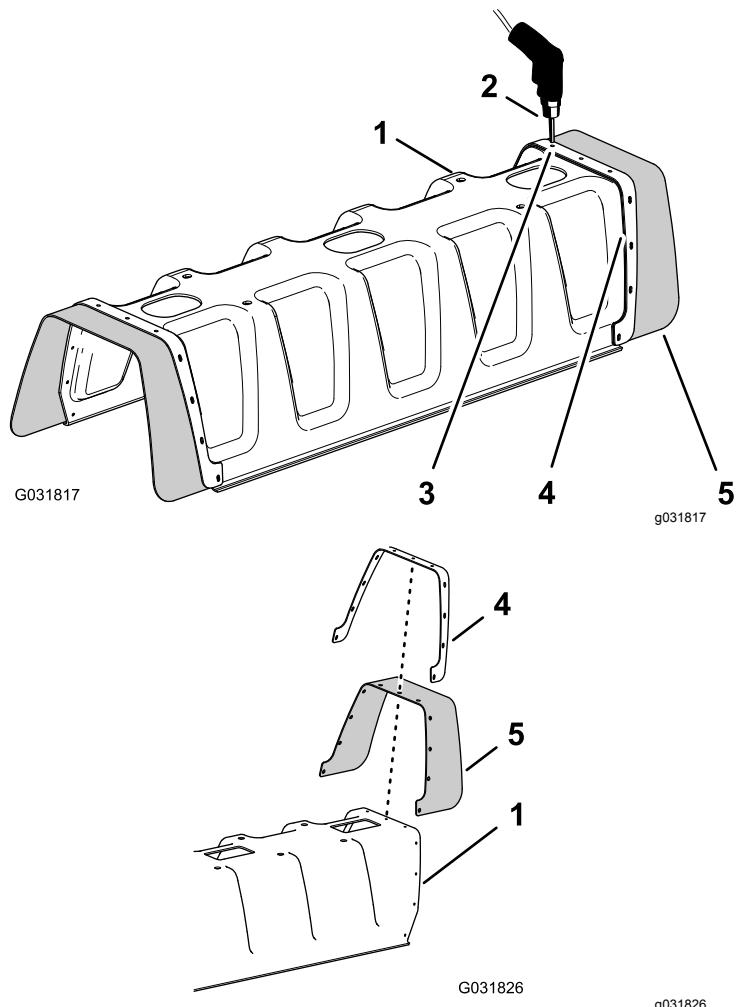

Figura 231
1. Con un taladro y una broca de 5 mm, perfore los orificios de los 11 remaches ciegos (Figura 231) que sujetan la pletina de refuerzo (una fila) y la cubierta de goma al extremo de la cubierta de sección de 11 boquillas de la sección de brazo central que retiró en el paso 2 de 10 Retirada de la cubierta de la sección central \(11 boquillas\) del kit opcional de brazo cubierto (página 23).
2. Retire la pletina de refuerzo, las 11 arandelas ($3/16$ "), y la cubierta de goma de la cubierta de brazo de 11 boquillas (Figura 231).